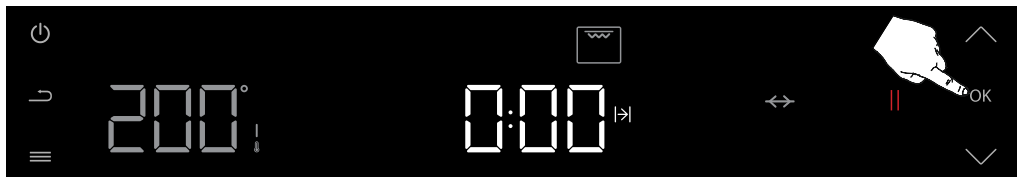

Abbildung 65
Drücken Sie die Bestätigungstaste (OK) einmal, um die Temperatureauswahl zu bestätigen. (siehe Abbildung 65)